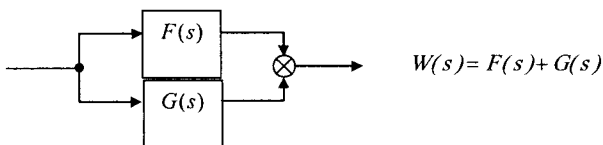

Рисунок 2.1 – Паралельне з'єднання
- паралельне з'єднання (рис. 2.1)